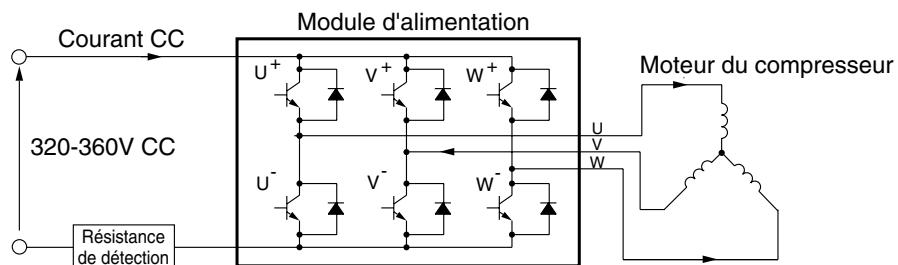

Fig. 7-9
- (1) Les transistors U^+ et V^- du module d'alimentation deviennent passants de sorte que le courant circule dans le bobinage du moteur comme le montre la Fig. 7-9.